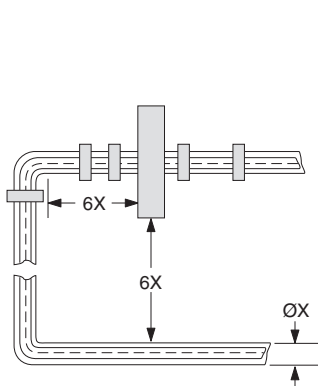

Figure 1
- 2) The power cables, going through the sensor window, must be straight, tightly bundled, centered in the window, and perpendicular to the sensor for a length equal to or greater than six times the cable bundle diameter (including insulation) from the sensor (see Figure 1).
- 2) Les câbles d'alimentation acheminés à travers la fenêtre du détecteur doivent être droits, serrés en faisceau, centrés dans la fenêtre et perpendiculaires au détecteur sur une longueur égale ou supérieure à six fois le diamètre du faisceau de câbles (isolant compris) par rapport au détecteur (voir la Figure 1).
- 2) Die Stromkabel, die durch das Sensorfenster führen, müssen gerade und eng gebündelt durch die Mitte des Fensters führen und über eine Strecke, die mindestens dem sechsfachen Bündeldurchmesser (einschließlich Isolierung) entspricht, rechtwinklig zum Sensor verlaufen (siehe Abbildung 1).
- 2) センサーウィンドウを通る電源ケーブルは、しっかりと束ねたまっすぐのものでなければなりません。センサーに対して垂直になるようにウィンドウの中央を通し、またケーブルの束の直径（絶縁部を含む）の6倍以上センサーから離す必要があります。（図1を参照）。
- 2) 通过传感器窗口的电源线必须平直、扎紧和位于窗口中心，垂直于传感器，长度大于或等于传感器线束直径（包括绝缘材料）的6倍（参见图1）。